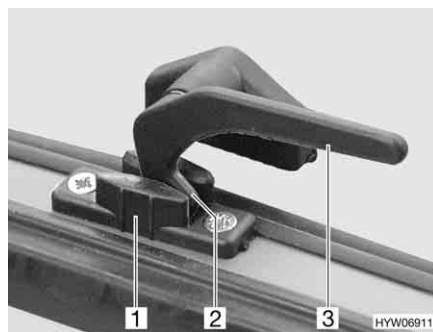

Fig. 37 Leva di serraggio (posizione "Aerazione continua")
- In posizione di "Aerazione continua" (Fig. 37)
- Ruotare tutte le leve di serraggio (Fig. 37,3) di un quarto di giro verso il centro della finestra.
- Girare nuovamente all'indietro tutte le leve di serraggio. Riportare contemporaneamente il nasello di chiusura (Fig. 37,2) nella rientranza della chiusura della finestra (Fig. 37,1).